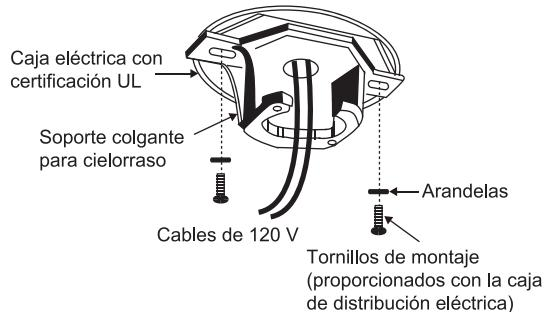

Fig. 8
Paso 4. Pase los cables de alimentación de 120 voltios desde la caja de distribución eléctrica del techo a través del centro de la placa de montaje de techo. (Fig.8)
Paso 5. Acople el soporte de montaje para cielorraso a la caja de distribución eléctrica utilizando los tornillos y las arandelas incluidas con la caja de distribución. (Fig.8)